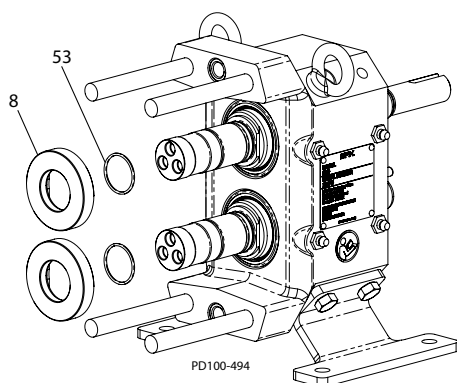

Figura 52: Instalación de sellos de eje
1. Instale los anillos O de asiento (Figura 52, renglón 53) en la ranura trasera del eje.
2. Aplique un lubricante compatible a los anillos O e instale los asientos del sello (Figura 52, renglón 8). Alinee las caras planas de los asientos del sello con las caras planas de los ejes, y asíntelos firmemente sobre el apoyo del eje.